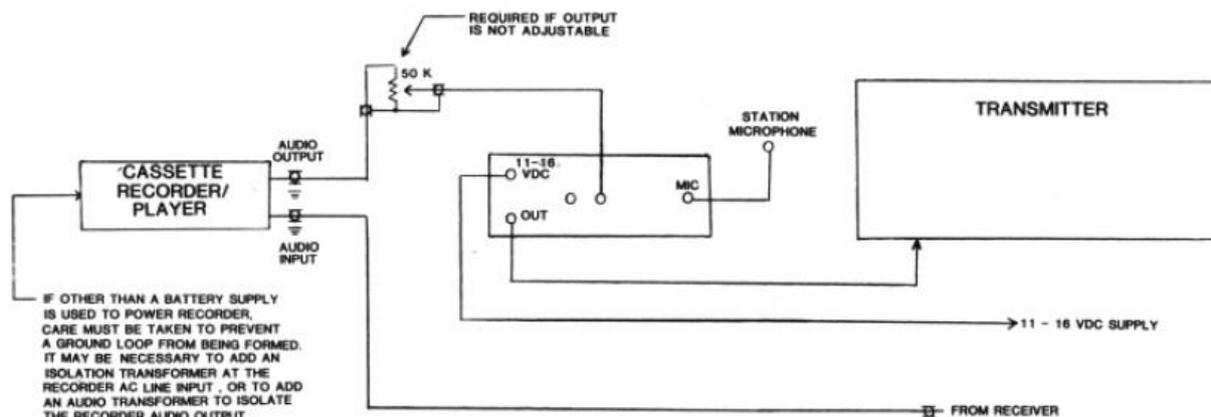

Figure 4 Tape Player Connection to SP75
- Fig. 4 Conexión del reproductor de cintas a SP75